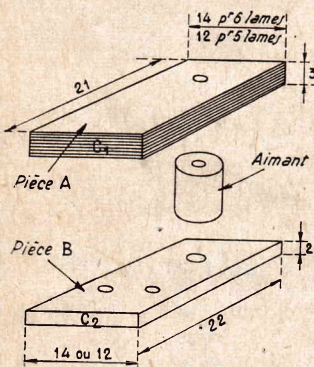

FIG. 5. — Les pièces polaires
ment des tubes cathodiques. Attention : bien choisir un piège avec aimant cylindrique percé d'un trou axial (Fig. 5). Récupérer l'aimant et son boulon de 2,5 mm.
**Les Pièces Polaires (Fig. 5) :** l'une A constitue le noyau du bobinage ; elle sera réalisée à partir de tôles de transfo amenées aux dimensions convenables. L'autre B sert de support aux lames vibrantes.